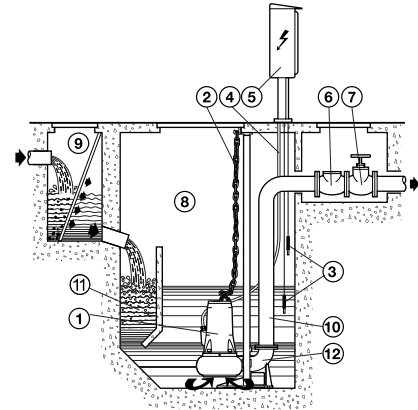

Abb. 6
- fest, mit Elektropumpe positioniert auf dem Stützfuss, festgemacht am Boden des Abflussschachtes oder Sammelbeckens (Abb.6).
5.2.2 FESTE INSTALLATION MIT AUTOMATISCHER ANKUPPLUNG AUF DEM STÜTZFUSS (ABB. 6)
Während des Betriebs sollte die Elektropumpe vollständig in der angepumpten Flüssigkeit eingetaucht sein. Für die Elektropumpen ohne integrierten Schwimmerschalter ist die Installation eines Kontrollsystems, mittels Sonde (Abb. 6), oder anderer Apparaturen, welche das Minimalniveau der Flüssigkeit garantieren und welche die Elektropumpe gegen einen Trockenlauf schützenden, erforderlich.